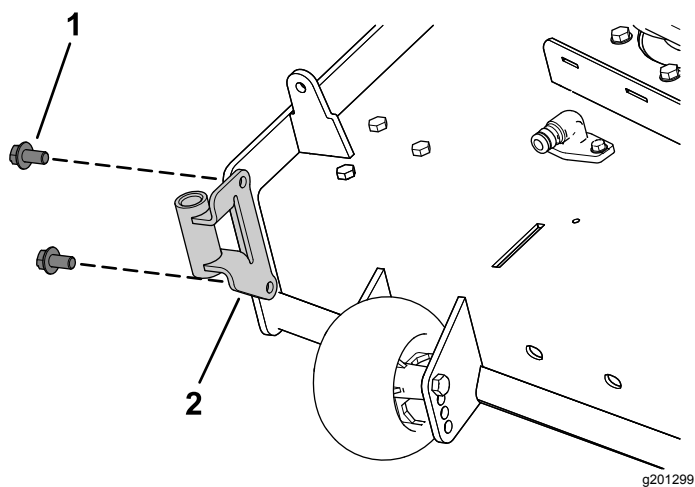

Figura 8
1. Montate il supporto del soffiatore sul piatto di taglio utilizzando 2 viti esagonali a testa rondella (3/8" x 3/4"), come illustrato nella Figura 8.